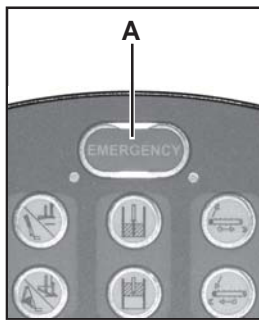

fig.1
- 1) Controllare che il pulsante di emergenza (A fig.1) non sia inserito (**per l'uso consultare il manuale pulsantiera fornito (solo MARMIX DS)**)